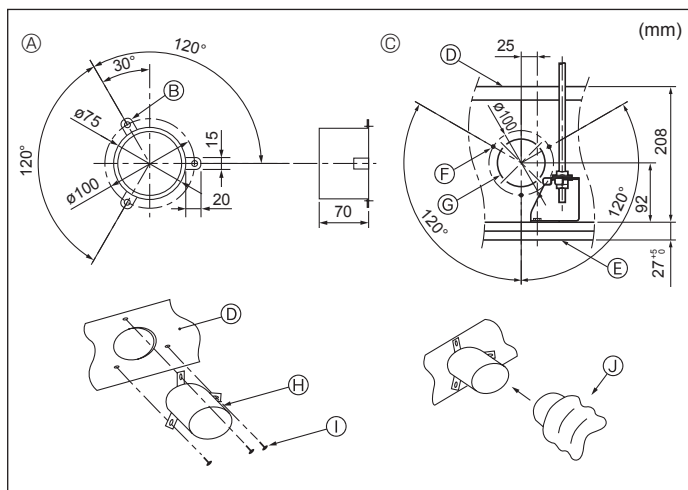

Fig. 2-3
2.3. Installatie van toevoerkanal (bij buitenluchtoevoer) (Fig. 2-3)